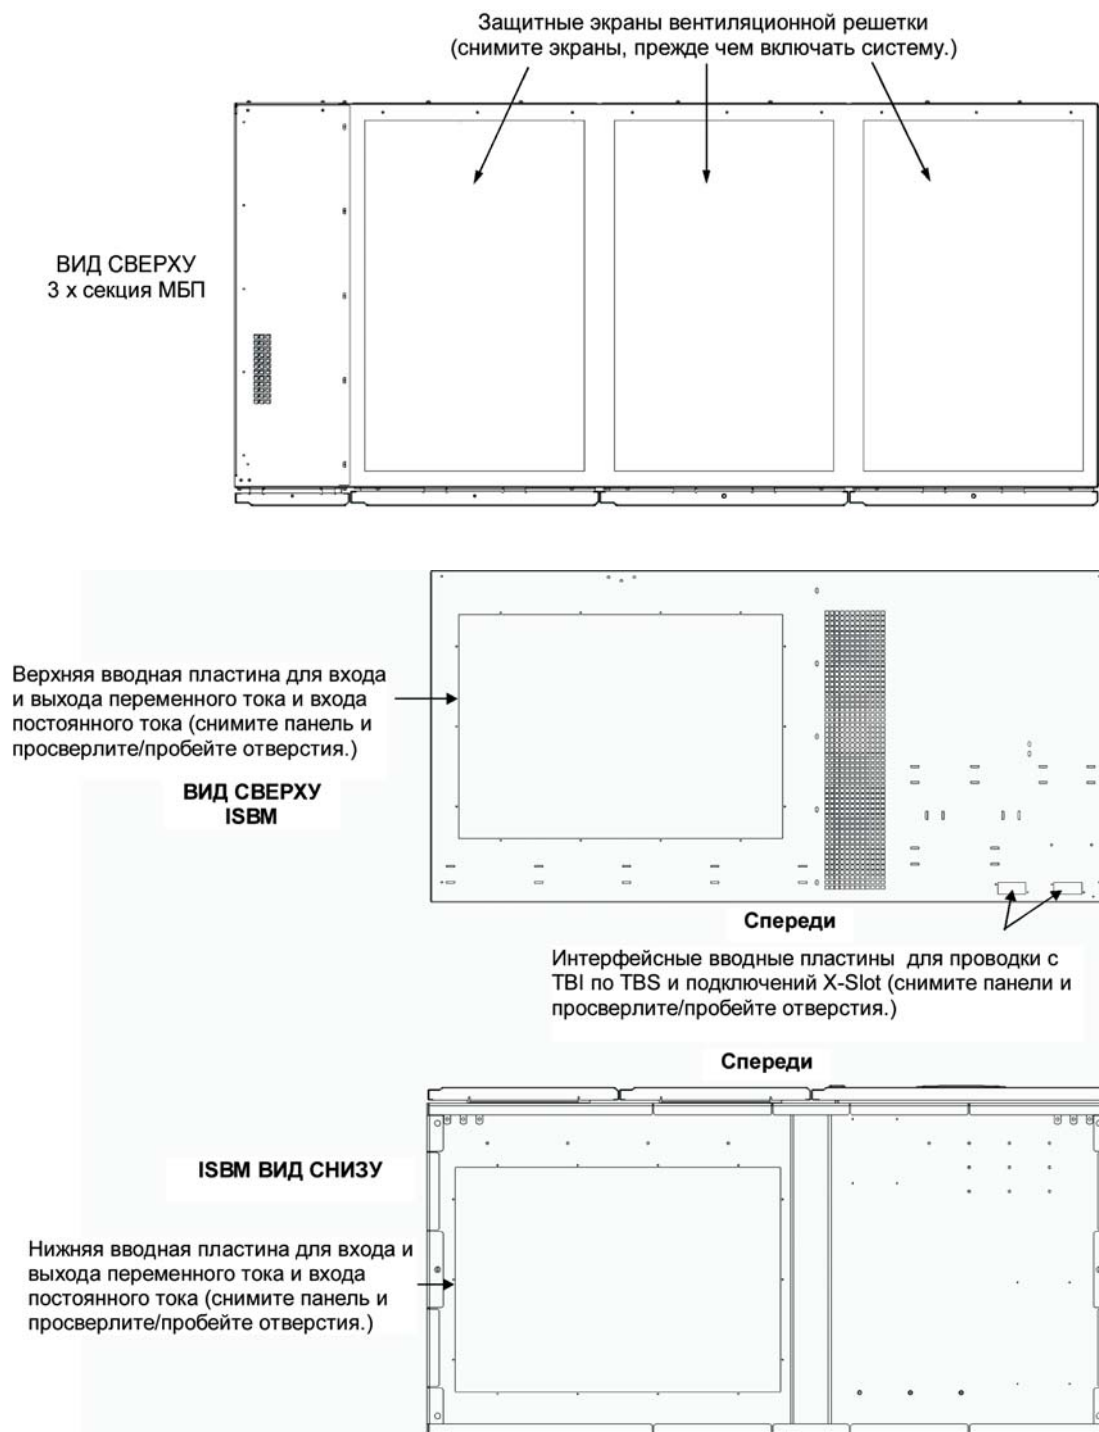
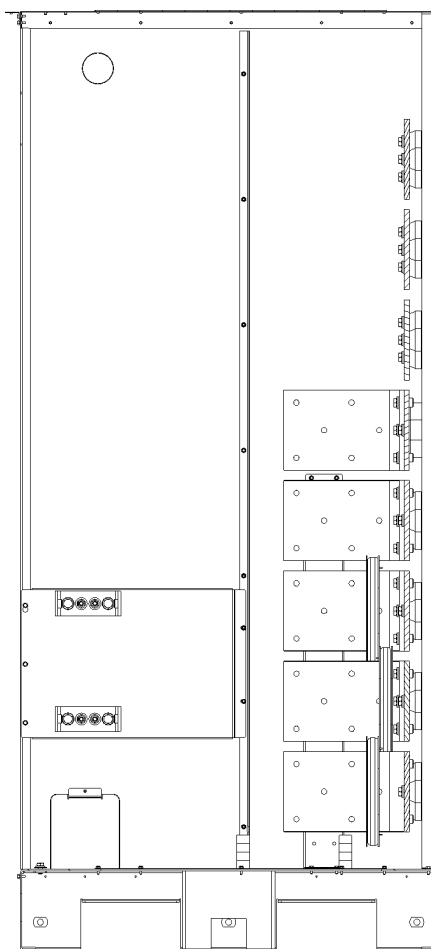
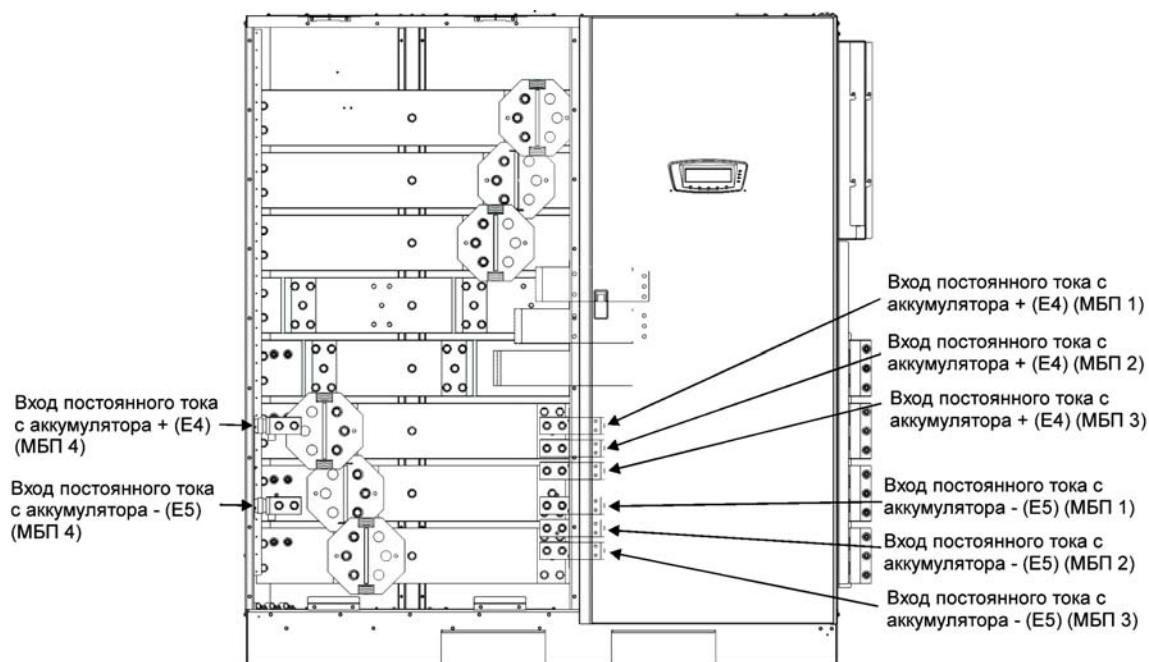

Рис. 4-15. Расположение входов проводки
Рис. 4-20. Узел ВВ клеммы питания секции ISBM ИБП - отдельный аккумулятор
Рис. 4-22. Вид спереди. Конфигурации с отдельными аккумуляторами
Снимите верхние или нижние вводные пластины шкафа ИБП и просверлите/пробейте в них отверстия (см. Рис. 4-15).
3. Проведите входной и выходной кабели/шины сверху или снизу шкафа к клеммам ИБП. Для получения информации о доступе к проводке и расположении клемм общего питания через выпрямитель см. Рис. 4-15 - Рис. 4-20.
1. Проведите кабели аккумулятора между секцией ISBM ИБП и аккумуляторной системой или выключателем аккумулятора. Для получения информации о доступе к проводке и расположении клемм см. Рис. 4-15 - Рис. 4-20 и Рис. 4-22.
5. Снимите вводные пластины интерфейсной проводки и просверлите/пробейте в них отверстия (см. Рис. 4-15 на стр. 52).